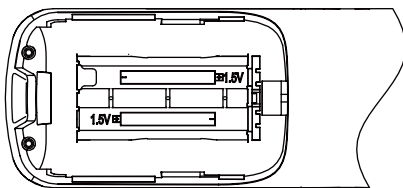

Figura 2.8
3) Estrarre le batterie usate. Inserire le due nuove batterie AAA, secondo le indicate polarità positive e negative (si veda Figura 2.8)